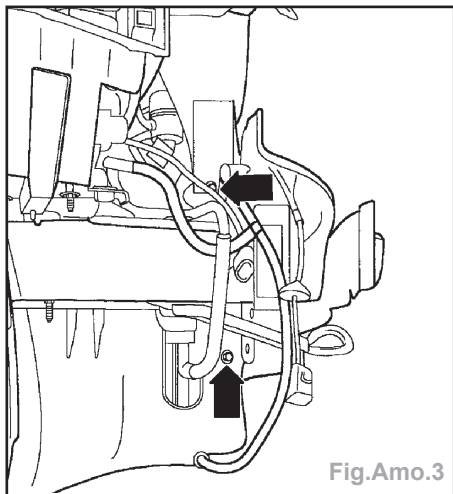

Fig.Amo.3
- Décrocher le câble Bowden (3) de la serrure et désaccoupler les connecteurs électriques (voir éclaté page suivante).
• dévisser les quatre vis (deux de chaque côté) qui servent à fixer le radiateur à la façade avant et déplacer l'ensemble du radiateur jusqu'à libérer les tétons (Fig.Amo.3).